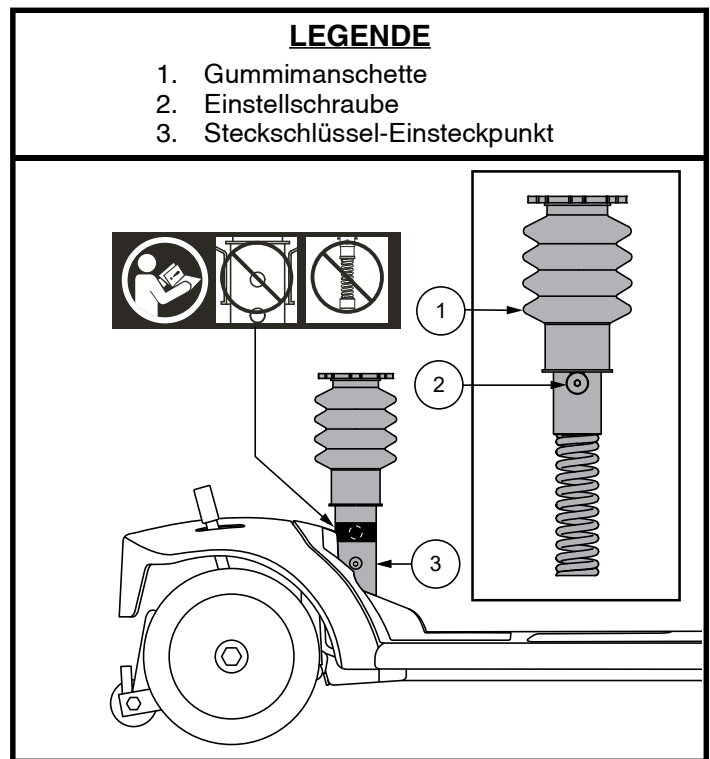

Abb. 13. Einstellen der Sitzfederung
EINSTELLUNG DES LENKERWINKELS (Siehe Abb. 13)
2. Entfernen Sie die obere Sattelstütze vom Fahrzeug, indem Sie die Schulterschraube vom unteren Teil der Sattelstütze entfernen und die Sattelstütze dann gerade nach oben aus dem Fahrzeug heben. **Siehe Abb. 13.**